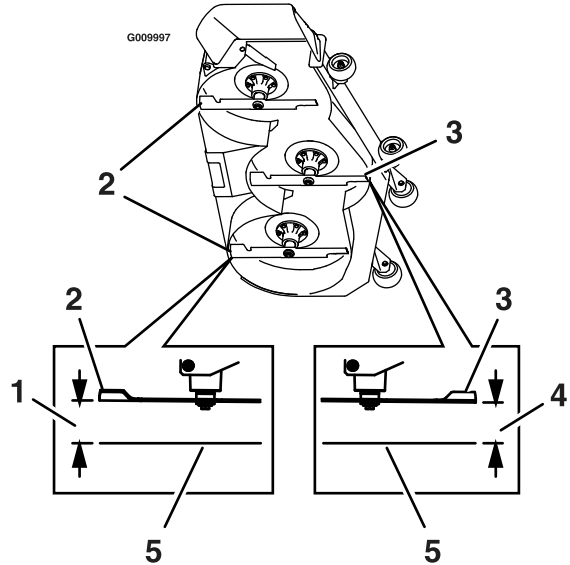

Figure 83
- Mesurez la distance entre la surface plane et la pointe avant de la lame centrale (Figure 83).